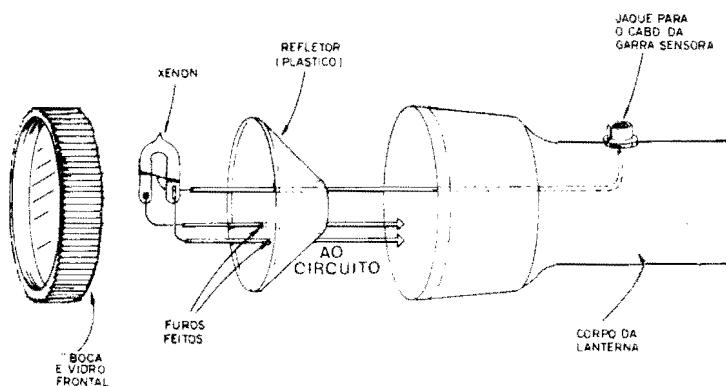

Fig.6
- FIG. 6 - "AGASALHANDO" O CIRCUITO... - No diagrama, fica claro como o corpo da lanterna de pilhas solicitado em **OPCIONAIS/DIVERSOS (LISTA DE PEÇAS)** é aproveitado para um elegante e funcional acabamento externo da SP... A placa de Circuito Impresso, estreita e longa, fica no interior da lanterna, ocupando o mesmo lugar originalmente destinado às pilhas da dita cuja... Pedacos de espuma de **nylon** podem perfeitamente servir como "calços" internos, mantendo firme o Impresso, e contribuindo para a isolamento geral do conjunto... Ainda na parte cilíndrica mais "fina" do corpo da lanterna (pode-se até, para isso, aproveitar o "buraco" original do interruptor normal da lanterna, após a remoção pura e simples desse implemento...) deve ser instalado o conector "banana fêmea", ao qual, internamente, vai ligado o cabo que vem do terminal "D" de disparo da Xenon... Um ponto **importante** aquelas "fitas" metálicas que normalmente encontram-se agregadas ao interruptor original da lanterna **também** devem ser removidas, não só porque desnecessárias, mas também porque podem (em vista das altas Tensões envolvidas...) estabelecer percursos de
- **FIG. 7 - CONSTRUÇÃO DA GARRA SENSORA** - A garra (pegador de papel) plástica indicada em **OPCIONAIS/DIVERSOS**, e que funcionará como sensora, "agarrada" a um cabo de vela do motor do veículo, deve ser preparada conforme ilustra o diagrama: à parte interna da suas duas "mandíbulas" deve ser colado, com adesivo forte, um pequeno "zigue-zague" de fio fino isolado... Depois de bem fixados, os dois "zigue-zagues" devem ser eletricamente reunidos, e ligados ao cabo longo (cerca de 1,5m) e flexível, terminado, na sua "outra" ponta, por um conector "banana macho" (destinado à junção com a respectiva "fêmea" situada no corpo da lanterna adaptada - ver FIG. 6 e 9...).